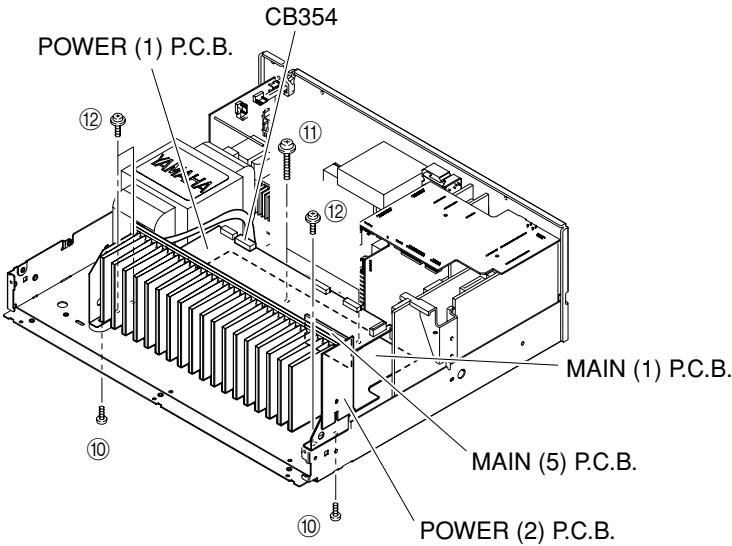

Fig. 5
7. Removal of MAIN (1), (5) and POWER (1), (2) P.C.B.s
- a. Remove CB354. (Fig. 5)
- b. Remove 2 screws (⑩), 2 screws (⑪) and 3 screws (⑫). (Fig. 5)
- c. Remove MAIN (1), (5) and POWER (1), (2) P.C.B.s. (Fig. 5)
7. MAIN (1)、(5)、POWER (1)、(2) P.C.B.の外し方
- a. CB354を外します。(Fig. 5)
- b. ⑩のネジ2本、⑪のネジ2本、⑫のネジ3本を外します。(Fig. 5)
- c. MAIN (1)、(5)、POWER (1)、(2) P.C.B.を取り外します。(Fig. 5)